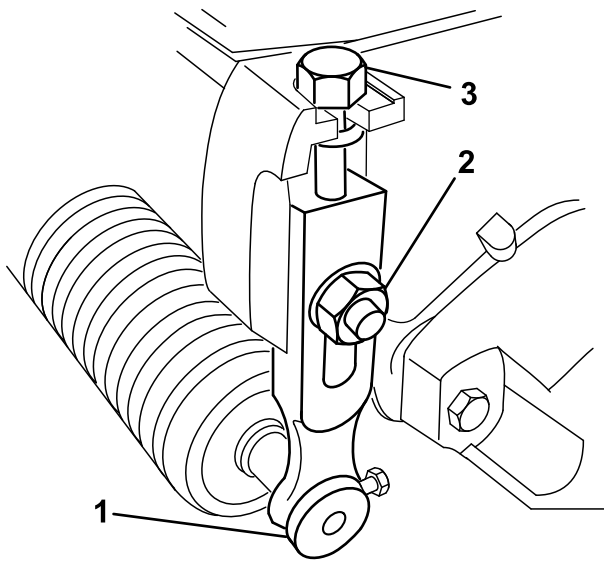

図 15
1. 刈り高アームをカuttingユニットのサイドプレートに固定しているロックナットをゆるめる図 15。